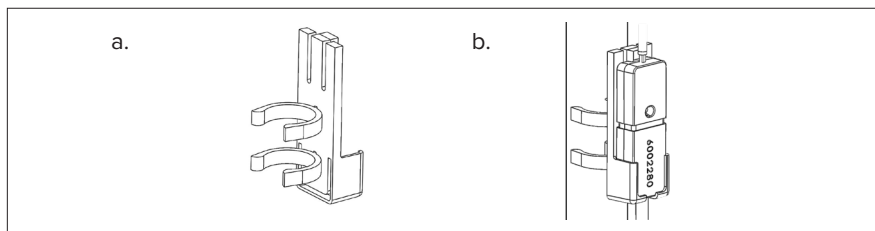

Figure 7 : Connecter les pinces
- Comme indiqué sur la **FIGURE 7**, connectez les clips à l'arrière du support de la carte du capteur de débit.